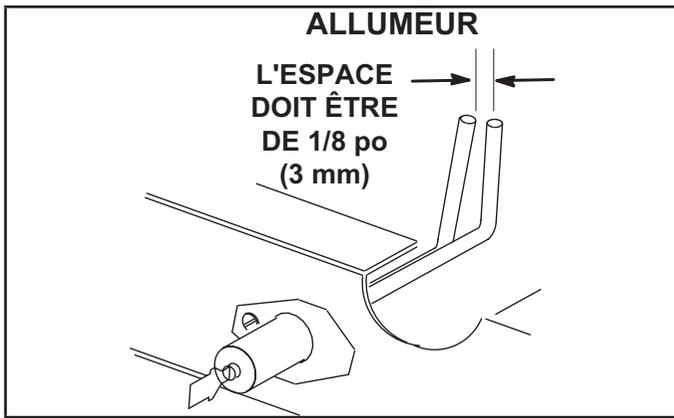

FIGURE 46
- 4 - Localisez l'allumeur sous les brûleurs de gauche. Vérifiez l'écartement des contacts à l'aide de mèches hélicoïdales ou de jauges d'épaisseur de la taille appropriée. Reportez-vous à la FIGURE 46.
- 5 - Vérifiez l'alignement de l'allumeur et du capteur comme indiqué à la FIGURE 46 et au TABLEAU 25.